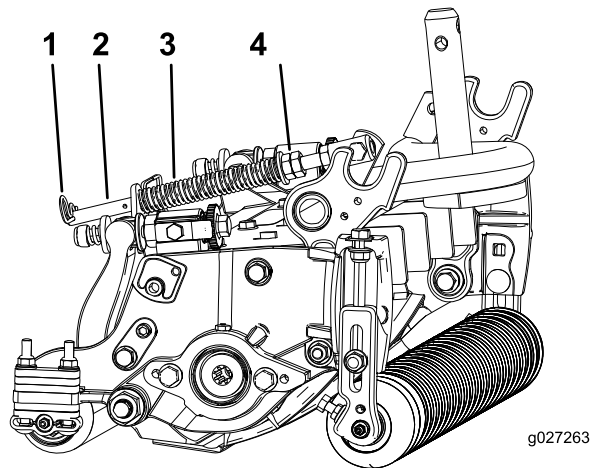

图19
2. 拧紧弹簧杆前端的六角螺母，直至压缩后的弹簧长度为 12.7cm，请参阅（图19）。
1. 确保发卡销安装在弹簧杆的后孔内（图19）。